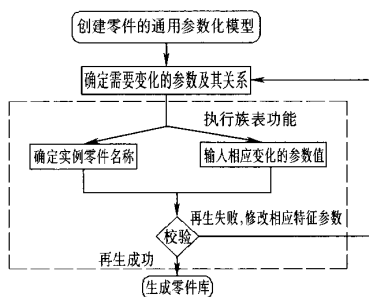

图 1 零件簇表的创建过程
(1) Pro/E 零件簇表的特点 在制作某一类外形类似的零件时,设计人员不需要逐一建立每一个零件的模型,只要明确该零件群的异同处,事先创建一个具有代表性的零件,以编辑簇表 (Family Table) 的方式将零件的尺寸、特征、参数等变化性项目填入簇表内,系统就会自动读取此表中的内容并一一产生每一个零件,因此 Pro/E 零件簇表具有以下的特点。
① 可以产生大量的对象,也可以根据需要生成单个所需的零件模型。
② 可以直接从簇表中输入数据生成各种尺寸的相似零件,而无需重新构造零件模型,避免了重复劳动。
(2) Pro/E 零件簇表的创建过程 标准零件在基本特征上具有同一簇零件的共同自由参数, 建立零件库的基本过程就是确立独立的基本尺寸参数, 将它们作为独立的变量存入到数据库或二次开发程序中, 然后用这些基本参数表示零件中与之相关的尺寸参数。图 1 所示为零件簇表的创建过程流程图。